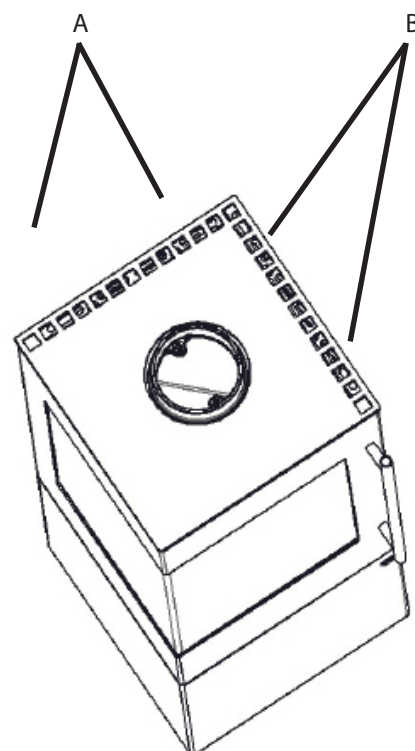

Abb.1
- Befestigungsschrauben (A) für Rückwand und Befestigungsschrauben (B) für Seitenwand oben am Gerät lösen (max. 2 Umdrehungen, siehe Abb.1).